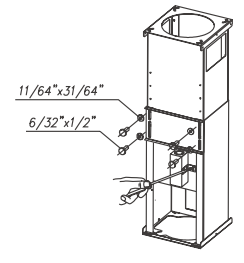
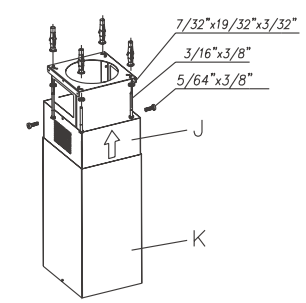

Fig. 3
Fig. 4
• Régler la longueur de la structure télescopique et fixer les deux pièces avec 8 vis et des rondelles. Tenir compte du fait que la distance minimale entre le plan de travail et la base de la hotte ne doit pas être inférieure à 22" (Fig. 3).
• Fixer la structure télescopique, une fois réglée, au plafond au moyen de 4 vis et de rondelles (Fig. 4).
• Introduire le tube J avec la grille dans la partie supérieure et le fixer à structure télescopique au moyen de 2 vis (Fig. 4).
1. Étendre trois câbles – deux câbles d'alimentation et un câble de terre – du boîtier de branchements de la hotte jusqu'au boîtier de branchements la plus proche du lieu de l'installation. Voir Fig. 3
• **Remplacement de la lampe:** Avant de remplacer la lampe, vérifier que la hotte ne soit pas branchée. Enlever le filtre à graisse (Fig. 3) et (Fig. 4), retirer la lampe et la remplacer par une lampe ovale de 40W, puissance maximale. Remettre le filtre à graisse.
• **Nettoyage du filtre à graisse:** En fonction de l'usage au moins une fois par mois, démonter les filtres à graisse (Fig. 3) et (Fig. 4), et nettoyer à l'eau chaude et du détergent, ou utilisant le lave-vaisselle, auquel cas, il est recommandé de les placer en position verticale pour éviter le dépôt de déchets alimentaires. Après les avoir rincés et essuyés, les remettre en place en suivant les instructions de démontage à rebours.